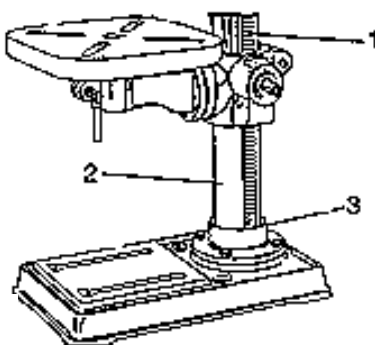

Fig. 5
5. Infilate attentamente il braccio di fissaggio della tavola e la cremagliera (1) sulla colonna (2) (fig. 5). La parte inferiore della cremagliera va inserita nella fessura (3) sulla lastra di base della colonna.